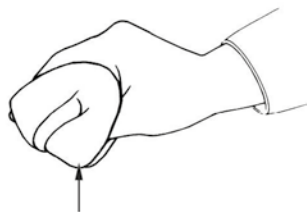

Fig. 2
3.3.3 Si el elemento está sucio, límpielo de la siguiente manera. (Fig. 2)